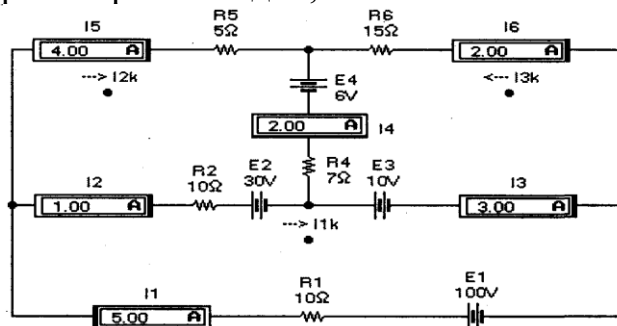

Рисунок 4— Схема сложной трехконтурной цепи
Для иллюстрации рассматриваемого метода расчета обратимся к схеме на рис.4, на которой выбранные направления контурных токов обозначены стрелками, токи в ветвях контуров — расположением входных зажимов амперметров.
Теперь найдем истинные токи во всех ветвях. В ветви, где действует ЭДС E_1 , истинный ток I_1 имеет направление контурного тока I_{1k} и равен ему: $I_1 = I_{1k} = 5 \text{ A}$. В ветви с сопротивлением R_5 истинный ток I_5 имеет направление контурного тока I_{2k} и равен ему: $I_5 = I_{2k} = 4 \text{ A}$. В ветви с сопротивлением R_6 истинный ток I_6 имеет направление, противоположное контурному току I_{3k} , и равен $I_6 = -I_{3k} = 2 \text{ A}$. В ветви с сопротивлением R_2 истинный ток I_2 получится наложением контурных токов I_{1k} и I_{2k} и будет иметь направление большего из них, т.е. $I_2 = I_{1k} - I_{2k} = 1 \text{ A}$. В ветви с сопротивлением R_4 истинный ток I_4 получится наложением контурных токов I_{2k} и I_{3k} и будет иметь направление большего из них, т.е. $I_4 = I_{2k} + I_{3k} = 4 + (-2) = 2 \text{ A}$. В ветви, где действует ЭДС E_3 , истинный ток I_3 получится наложением контурных токов I_{1k} и I_{3k} и будет иметь направление тока I_{1k} , т.е. $I_3 = I_{1k} + I_{3k} = 5 + (-2) = 3 \text{ A}$. Из сравнения полученных расчетных данных с показаниями приборов на рис. 4 видно, что они полностью совпадают.
Вернемся к методу наложения и рассмотрим его применение для схемы на рис. 4. В этой схеме все источники напряжения идеальны, поэтому их внутренние сопротивления равны нулю. Предположим, что действует только ЭДС E_1 , а вместо E_2 будет просто проводник (короткое замыкание). В этом случае ЭДС E_1 нагружена на эквивалентное сопротивление $R_{1\text{экв}} = R_2 \cdot R_6 / (R_3 + R_6) + R_4 \cdot R_5 / (R_4 + R_5) = 8 \text{ Ом}$.
5. В чем заключается отличие метода контурных токов от метода расчета с использованием законов Кирхгофа для аналогичных целей? Выполните расчет токов в ветвях схемы на рис. 4 методом контурных токов при $E_1=50$ В, $E_2=15$ В, $E_3=5$ В и $E_4=3$ В. Сравните полученные данные с результатами моделирования.